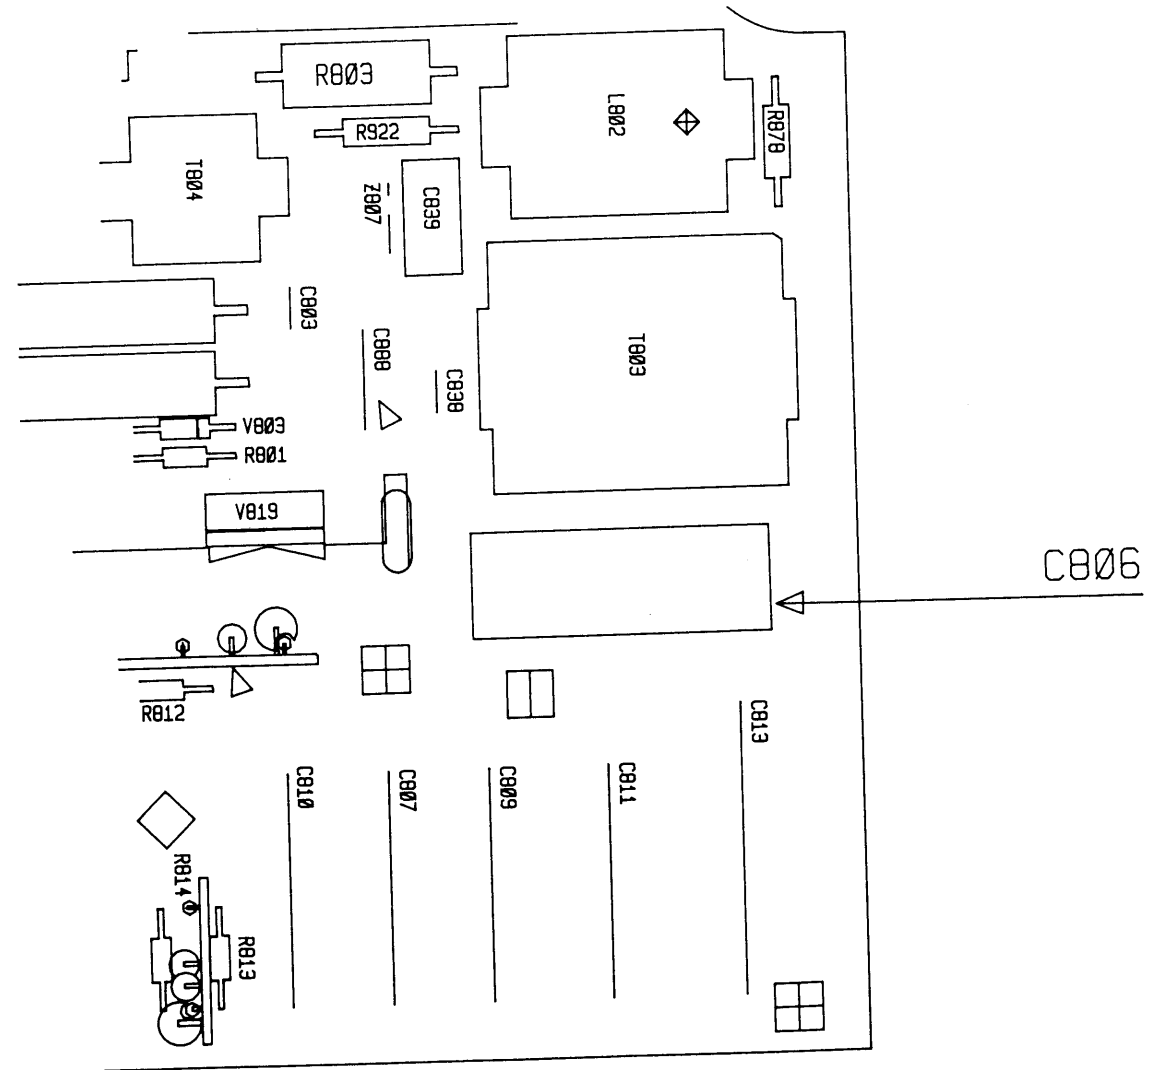

Fig. 1
- THE POSITION OF THE NEW CAPACITOR C806 IS SHOWN IN FIGURE 1.